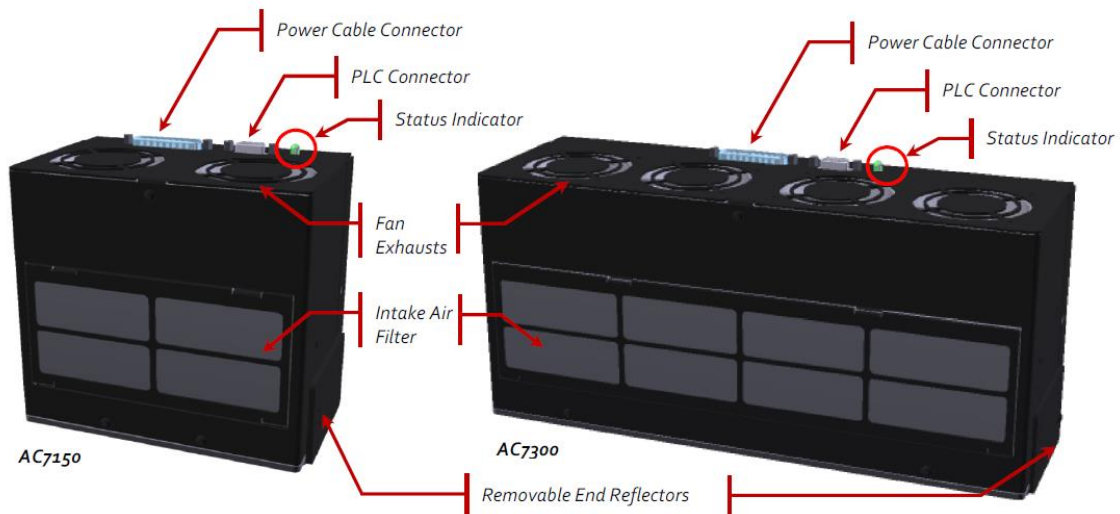

Figure 4 - Ports de connexion de la tête LED UV (fonctions supplémentaires annotées)
3. Raccordez l'extrémité mâle du câble HD15 à la tête LED UV (voir Figure 4 - Ports de connexion de la tête LED UV).